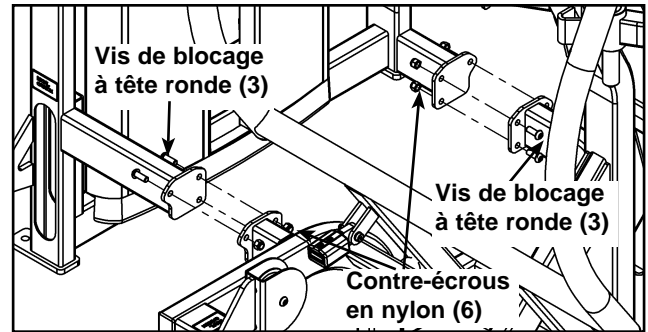

Figure 4
- I. En vous faisant aider, retirez avec précaution les six vis de blocage à tête ronde fixant les deux moitiés du châssis. Reportez-vous à la figure 4.
- K. En vous faisant aider, assemblez les deux moitiés avec précaution à l'aide des six vis de blocage à tête ronde retirées à l'étape 4I. Reportez-vous à la figure 4.